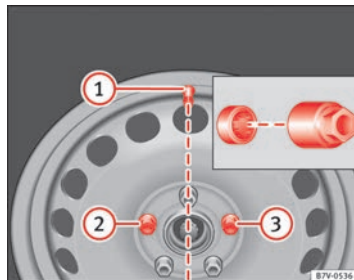

Fig. 184 Cambio de rueda: Válvula del neumático ① y ubicación del tornillo antirrobo de la rueda ② o ③.
Antes de colocar el tapacubos integral, el tornillo antirrobo de la rueda debe estar enroscado en la posición ⇒ fig. 184 ② ó ③. De lo contrario no podrá montar el tapacubos integral.
Presione el tapacubos integral contra la llanta de modo que el hueco de la válvula coincida con la válvula del neumático ⇒ fig. 184 ①. Asegúrese de que el tapacubos quede correctamente encajado en todo su perímetro. ■
En ruedas con embellecedor integral, el tornillo antirrobo de la rueda debe estar enroscado en la posición ⇒ fig. 184 ② ó ③. De lo contrario no podrá montar el tapacubos integral. ▶
- Enrosque el tornillo antirrobo de la rueda con el adaptador en la posición ⇒ fig. 184 ② ó ③ en el sentido de las agujas del reloj, y apriételo ligeramente.